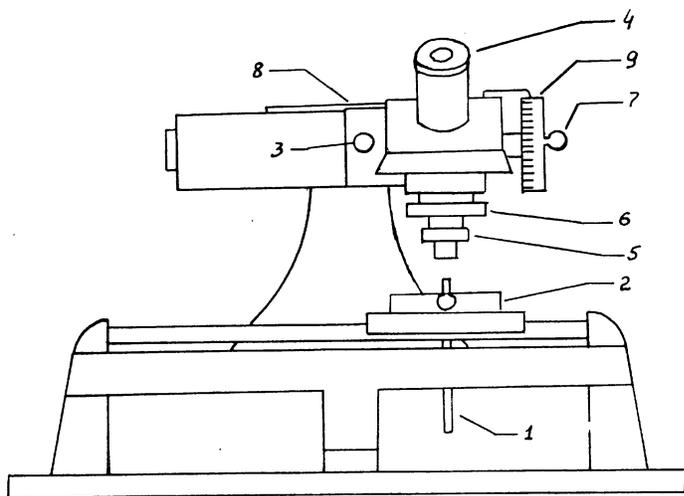

Рис. 3
Время t истечения воды измеряется секундомером, объем V вытекшей воды -- мензуркой (5), что позволяет определить расход $Q = V/t$. Высота столба жидкости h измеряется с помощью горизонтального микроскопа (4), закрепленного на стойке. Длина капилляра L измеряется миллиметровой линейкой. Особое внимание нужно обратить на измерение радиуса (диаметра D) капилляра R ($D = R/2$), поскольку эта величина входит в формулу (8) в четвертой степени и точность её измерения во многом определяет погрешность опыта. Рассмотрим на примере микроскопа Мир-12 (рис. 3) порядок действий по измерению внутреннего диаметра капилляра.
1. Закрепить вертикально капилляр (1) вместе с пробкой в специальном держателе (2) и поместить в прорезь предметного столика микроскопа Мир-12. Установить капилляр так, чтобы его торец был виден в окуляр.
2. Провести грубую фокусировку посредством вертикального перемещения микроскопа. Для этого предварительно освободить винт (3), затем вращением оправы (4) навести окуляр на резкость по изображению штриха и шкалы окуляра.
3. Провести точную фокусировку вращением объектива за нижний накатанный поясок (5) и закрепить объектив контргайкой (6).
4. Совместить с помощью микрометрического винта (7) штрих окуляра микроскопа с левым краем внутреннего диаметра капилляра и сделать отсчёт S_1 по миллиметровой шкале (8) и по барабану винта (9), цена